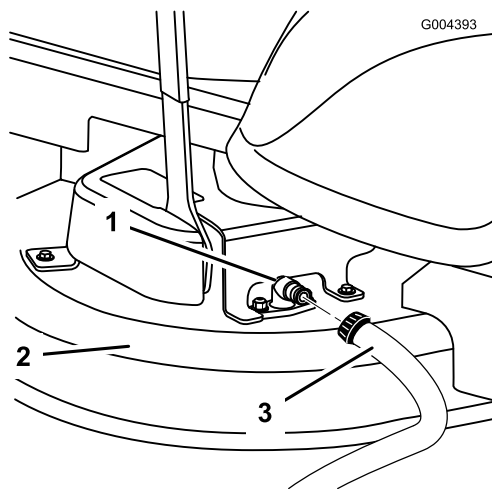

Figura 60
3. Montate il tubo flessibile sul raccordo di lavaggio del tosaerba, quindi aprite il rubinetto per erogare un getto forte (Figura 60).